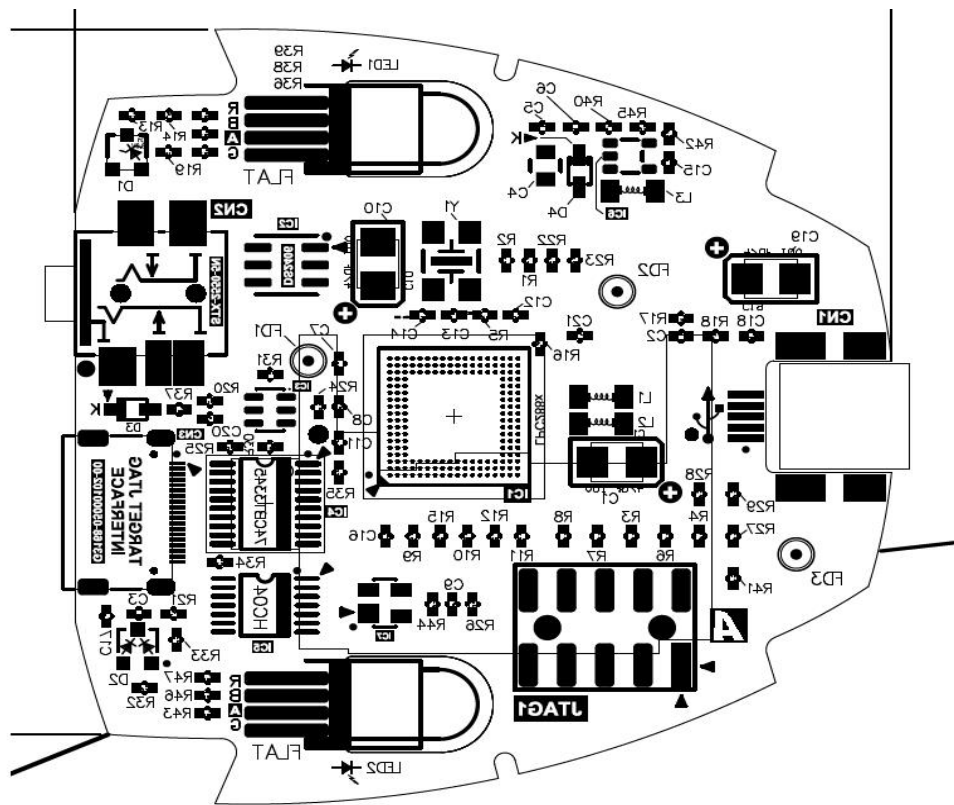

图5-15
(6) 对于本案例装配图，其PDF文件输出效果图如图5-15所示。